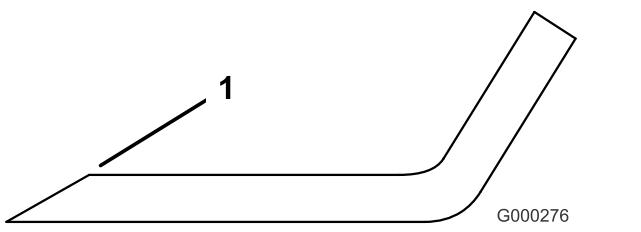

Figura 84
1. Utilice una lima para afilar el filo de corte en ambos extremos de la cuchilla (Figura 84).